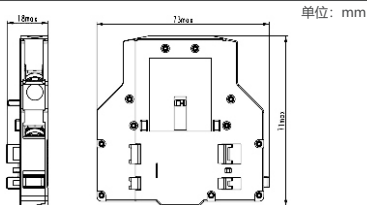

图1 AX-3C/11辅助触头组外形尺寸
5.1 AX-3C/11辅助触头组外形尺寸与接线能力，见图1、图2及表2，型号规格重量见箱贴。